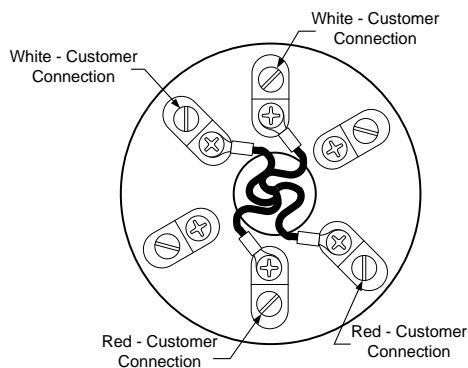

Fig. 7: Bloco de terminais do RTD
5. Conecte a fiação da sonda RTD ao bloco de terminais (Fig. 7). Instale os terminais da pá do fio da sonda sob as cabeças dos parafusos pequenos. Uma cor (geralmente branca) é um lado do RTD e irá para as conexões **Out & + (Saída & +)** do RDT no conector G4 EX J8. A outra cor (normalmente vermelha) é o outro lado do RTD e irá para as conexões de **In & - (Entrada & -)** J8.